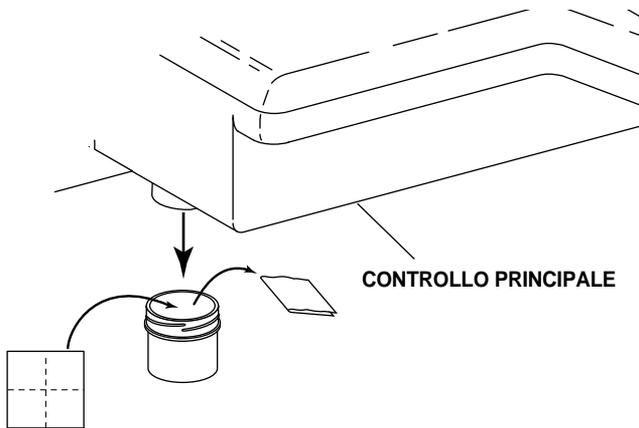

Figura 10. Collettore di raccolta olio
1. Rimuovere il bicchiere del collettore di raccolta olio dal riunito e provvedere allo smaltimento della vecchia compressa di garza (vedere la Figura 10).